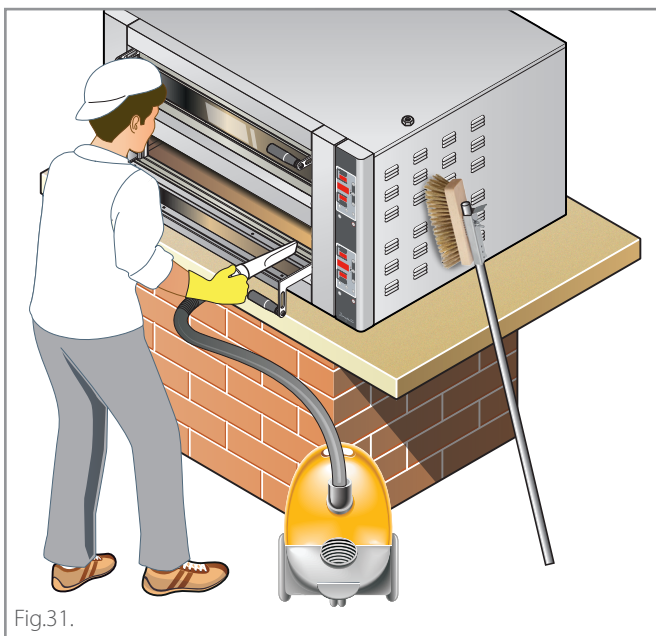

Fig.31.
- (A)** Impostare la **temperatura in camera a 400°C - 752°F**;
- (B)** agendo sui tasti "MIN" e "MAX", impostare entrambe le **potenze cielo e platea su MAX**;
- (C)** spegnere le luci della camera di cottura;
- (D)** raggiunta la temperatura, spegnere il forno con il tasto **ON/OFF** e lasciarlo raffreddare con la porta chiusa;
- (E)** a forno freddo, pulire la camera dai residui alimentari cristallizzati utilizzando una spazzola in fibra naturale e successivamente aspirare con un bidone aspira-cenere ► **Fig.31.**
- (B)** impostare le **potenze cielo e platea su 100%** vedi impostazione manuale;